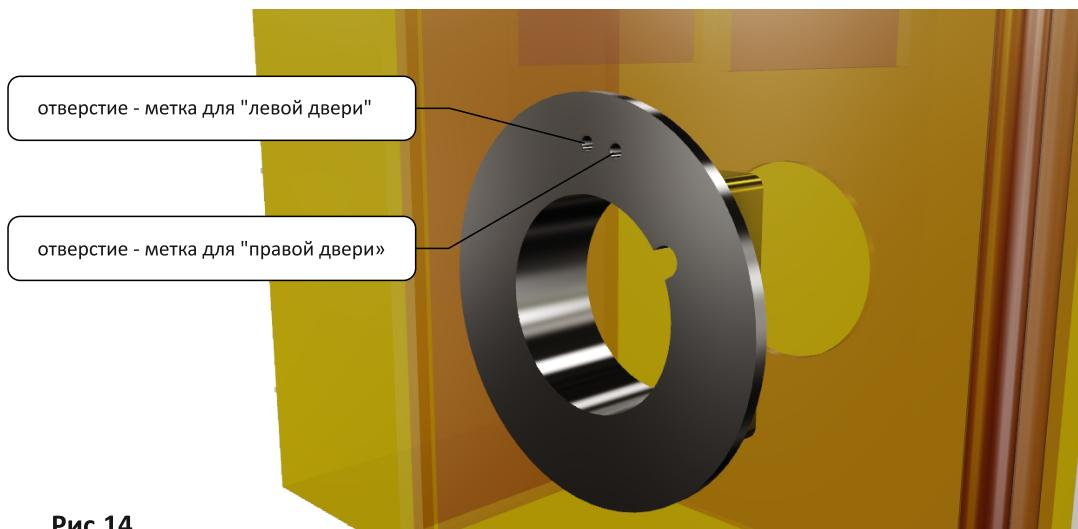

Рис.14
- поворачиваем внутреннюю втулку\_1 в по часовой стрелке до совмещения отверстия на внутренней втулке\_1 с отверстием-меткой для "левой двери" на внутренней накладке на дверь (рис.14 и 15)